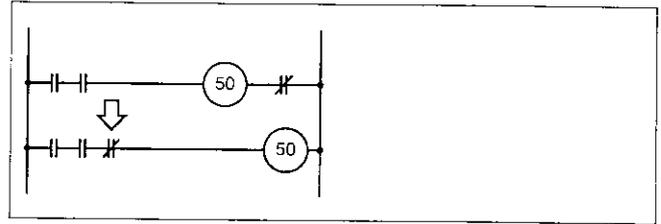

Bild 14.4
d) Nach einer Ausgangszuweisung darf keine weitere Verknüpfung im Programm angehängt werden (Bild 14.4 oberer Teil).
Das zu verknüpfende Element muß vor der Ausgangszuweisung programmiert werden (Bild 14.4 unterer Teil).